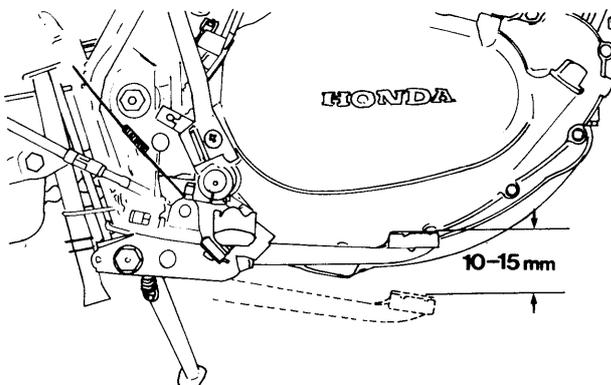

Bild 27 Spiel des Hinterrad-Bremspedals
- Das Spiel des Hinterradbremspedals messen (Bild 27). Es sollte zwischen 10–15 mm liegen.